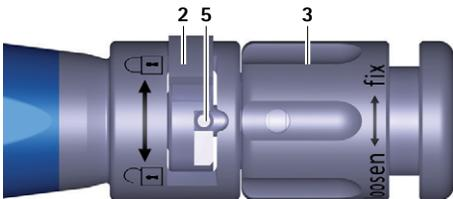
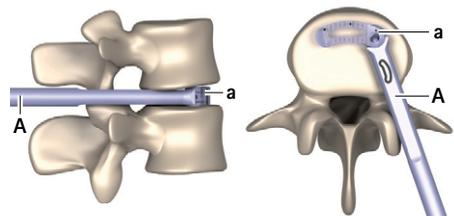

Fig. 3 Närbild av insättningsinstrumentet med stängd omkopplare
Fig. 11 Implantat i slutpositionen
- Vrid omkopplaren 2 åt höger (riktning  $\odot$ ), se Fig. 3.
- Vrid vridmuttern 3 moturs (riktning "loosen") tills stiftet 5 är helt inne i omkopplaren 2, se Fig. 3. Se till att inte stiftet 5 klämmer fast omkopplaren 2.
- Vrid omkopplaren 2 åt höger (riktning ) se Fig. 3.
- ▶ Så snart slutpositionen (se Fig. 11) har nåtts: Vrid vridmuttern **3** moturs (riktning "loosen") tills stiftet **5** är helt inne i omkopplaren **2**, se Fig. 3. Se till att inte stiftet **5** klämmer fast omkopplaren **2**.
- ▶ Vrid omkopplaren **2** åt höger (riktning ) , se Fig. 3.